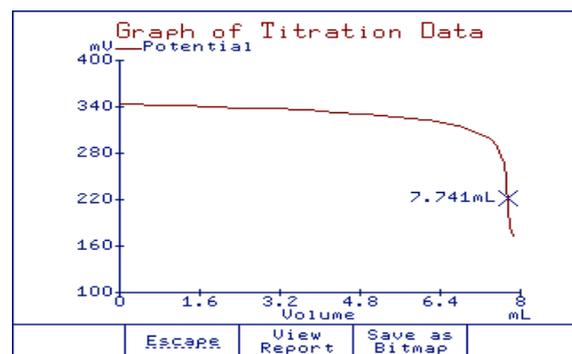

Figura 4 Punto Fijo (mV)
**Punto Final Fijo (mV)** Se muestran las lecturas de mV frente al volumen de titulante (consulte la Figura 4).